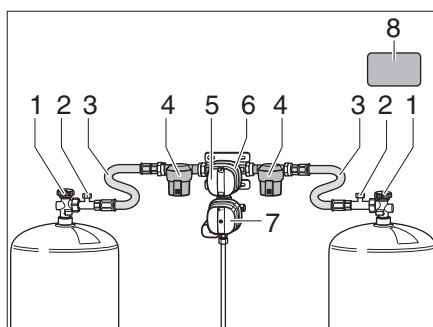
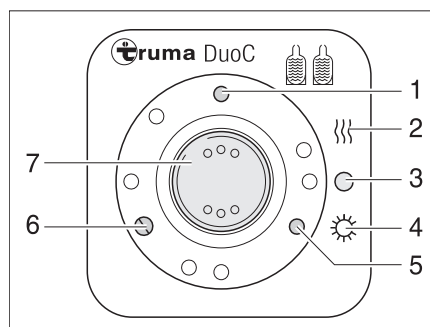
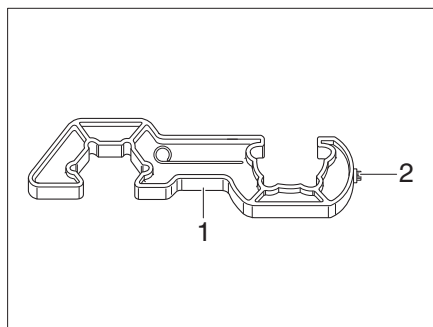
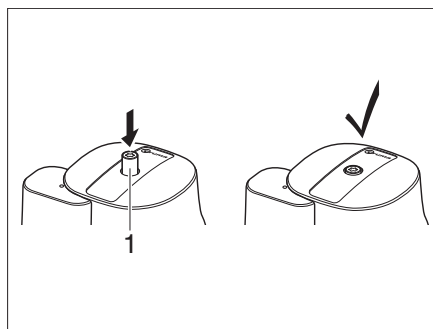

Fig. 85 Impianto di commutazione DuoControl
Fig. 86 Centralina di controllo
Fig. 88 Strumento ausiliario
Fig. 89 Sensore di crash
L'impianto di commutazione DuoControl è costituito da una valvola commutatrice (Fig. 85,6) e dalla centralina di controllo (Fig. 86). La valvola commutatrice è montata tra i tubi flessibili ad alta pressione (Fig. 85,3). Con la manopola (Fig. 85,5) sulla valvola commutatrice è possibile stabilire, quale delle bombole del gas viene utilizzata come bombola in uso e quale bombola del gas viene utilizzata come bombola di riserva.
La valvola commutatrice (Fig. 85,6) è munita dell'impianto antighiaccio EisEx. In questo modo si possono evitare guasti nell'impianto del gas in inverno.
A monte della valvola commutatrice si trova su ogni lato un filtro del gas (Fig. 85,4) che protegge l'impianto del gas dall'olio e dalle impurità.
Sulla centralina di controllo (Fig. 86) possono essere gestite solo le funzioni elettriche. Le valvole principali di arresto (Fig. 85,1) delle bombole del gas devono essere aperte manualmente.
La valvola commutatrice garantisce una pressione del gas costante, indipendentemente da quale bombola provenga l'alimentazione del gas. Le due spie di controllo della centralina di controllo segnalano il livello della bombola in uso. Se la spia di controllo verde (Fig. 86,6) è accesa, la bombola in uso è piena. Se la spia di controllo rossa (Fig. 86,5) è accesa, la bombola in uso è vuota. In questo caso il gas viene fornito dalla bombola di riserva.
- Aprire le valvole principali di arresto (Fig. 85,1) delle bombole del gas.
- Con la manopola (Fig. 85,5) sulla valvola commutatrice (Fig. 85,6) selezionare la bombola del gas da cui proviene la principale alimentazione del gas (bombola in uso).
- Portare l'interruttore a bilico (Fig. 86,7) in posizione "O" (Fig. 86,3). La spia di controllo gialla (Fig. 86,1) si spegne.
- Chiudere le valvole principali di arresto (Fig. 85,1) delle bombole del gas.
Le spie di controllo sulla centralina di controllo (Fig. 86,5 e 6) segnalano all'interno del veicolo se la bombola del gas in uso è pronta.
Se la spia di controllo verde (Fig. 86,6) si spegne durante il funzionamento e la spia di controllo rossa (Fig. 86,5) si accende, la bombola del gas selezionata come bombola in uso è vuota e deve essere sostituita. La bombola di riserva continua ad alimentare le utenze a gas.
- ▶ Per avvitare e svitare i tubi flessibili ad alta pressione, utilizzare lo strumento ausiliario (Fig. 88,1). Esso garantisce la necessaria coppia di serraggio e impedisce che l'uso di utensili errati danneggi collegamento a vite.
- Chiudere la valvola principale di arresto (Fig. 85,1) della bombola del gas vuota.
- Svitare il tubo flessibile ad alta pressione (Fig. 85,3) dalla bombola del gas per mezzo dello strumento ausiliario (Fig. 88).
- Collegare la bombola del gas piena al tubo flessibile ad alta pressione (Fig. 85,3).
- Aprire la valvola principale di arresto (Fig. 85,1) della bombola del gas.
- Posizionare con un mezzo giro la manopola (Fig. 85,5) sulla valvola commutatrice (Fig. 85,6) in modo tale che la bombola del gas appena sostituita serva da bombola di riserva.
- Premere il pulsante (Fig. 85,2) del dispositivo antirottura del tubo flessibile ad alta pressione per attivarlo.
- Eventualmente premere il pulsante di reset (Fig. 89,1) del sensore di crash.
- ▶ Osservare l'etichetta di sicurezza (Fig. 85,8) applicata nel vano portabombole.
- Con il Torx T20 (Fig. 88,2) dello strumento ausiliario premere verso l'interno il pulsante di sbloccaggio (Fig. 89,1), ruotare leggermente in senso orario e mantenere in questa posizione per 5 secondi. Il sensore di crash è pronto quando il pulsante di sbloccaggio (Fig. 89,1) in rimane nella posizione premuta.
Attivazione: ■ Dopo aver sostituito la bombola del gas, premere vigorosamente il pulsante verde (Fig. 85,2) del tubo flessibile ad alta pressione (Fig. 85,3).